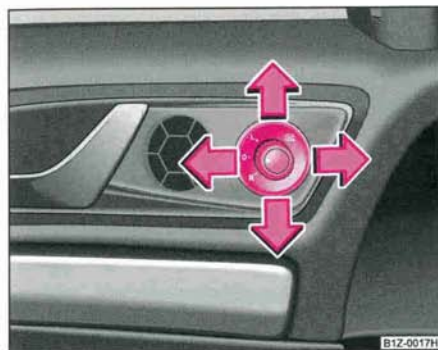

Fig. 59 Contre-porte:
- Faites tourner le bouton sur la position  ⇒ fig. 59
Si le bouton rotatif est sur la position **R** ⇒ fig. 59 et que la marche arrière est enclenchée, la surface du rétroviseur bascule un peu vers le bas. Ceci afin de bien voir le bord du trottoir en se garant.